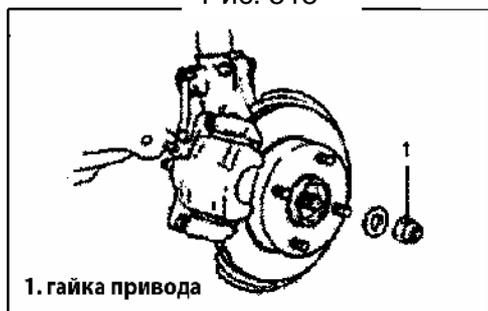

Рис. 516
- 2) Ослабьте точки кернения гайки приводного вала (Рис.516).